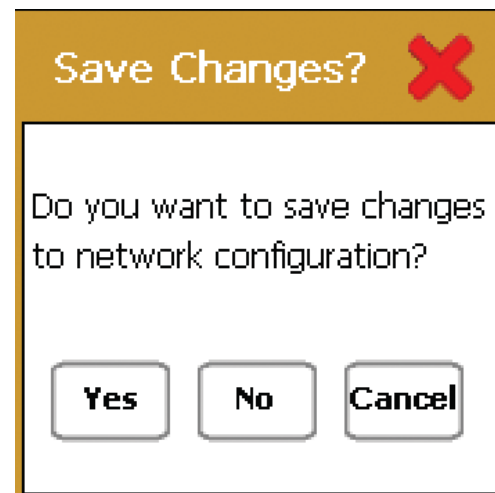

Abbildung 2.6: Änderungen speichern
3. Nachdem alle Adressen eingegeben sind, berühren Sie die Schaltfläche 'BEENDEN [EXIT]', siehe Abbildung 2.5a: Beenden, und der Warndialog, Abbildung 2.6: Änderungen Speichern erscheint, damit Sie die Zahleneingaben bestätigen können: